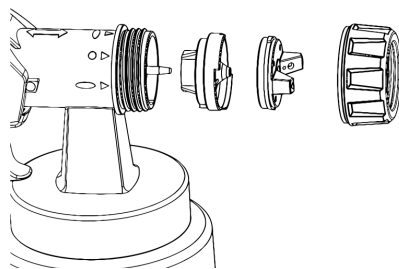

Fig. 9 - Desmontado e limpo as peças do bico
- Desrosqueie a porca da capa e limpe o bico, capa de ar e o direcionador do leque (Fig. 9);